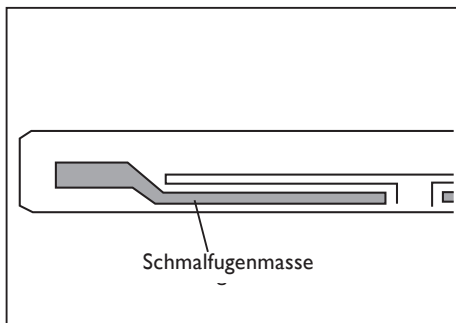

Abb. 1
4. Unterhalb der Nut/Feder muss ein dünner Strang Schmalfugenmasse aufgetragen werden. (Abb. 1)